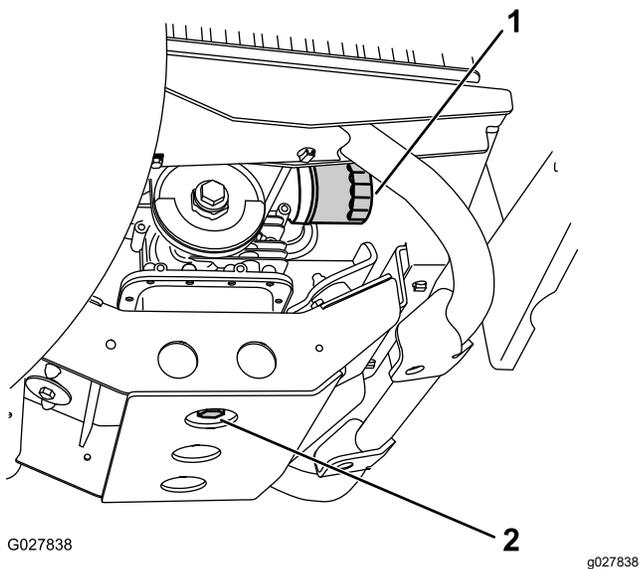

図 37
5. ドレンプラグの下に、容量1.6リットル以上の大きさのオイル受け容器をおく 図 37。
6. ドレンプラグを抜く(図 37)。
7. ドレンプラグとシール(図 37)を元通りに取り付け、 $4553\text{N}\cdot\text{m}$  $4.65.4\text{kg}\cdot\text{m} = 3339\text{ft}\cdot\text{lb}$ にトルク締めする。
2. 既存のオイルフィルタを外す(図 37)。
4. ガスケットが取り付けプレートに当たるまで手で回して取り付け、そこから更に $\frac{1}{2}$ - $\frac{3}{4}$ 回転増し締めする(図 37)。